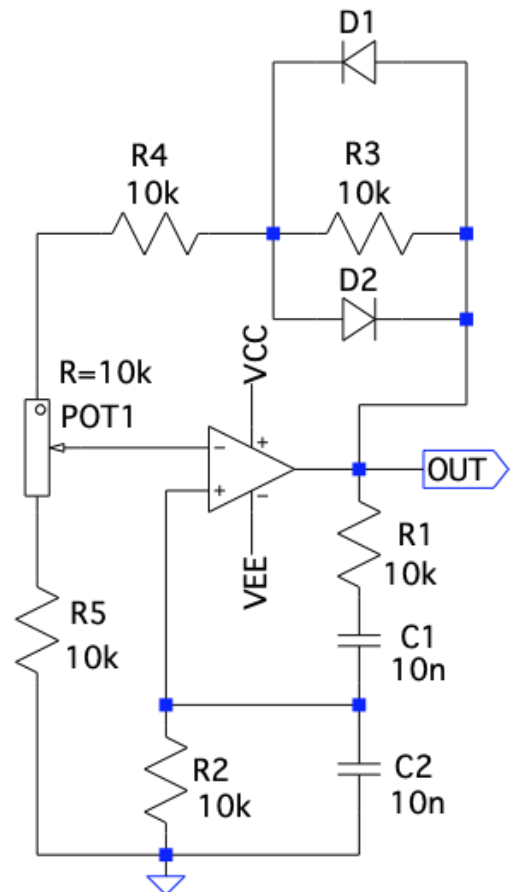

Figura 3: Oscillatore a ponte di Wien.
2. A questo punto disconnettere il generatore e collegare il punto A all'ingresso non invertente dell'amplificatore (ovvero chiudere il loop di feedback realizzando così l'oscillatore a ponte di Wien secondo lo schema mostrato in figura 3).